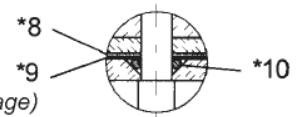

Abb. 5
3.5 Versionen 171 und 172 mit Ausgleichsfeder (Abb. 5)